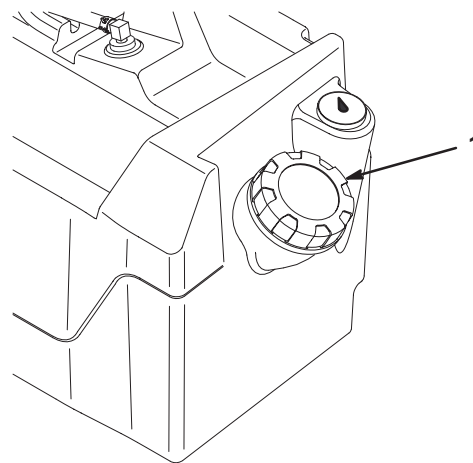

Figure 3
2. Nettoyez la surface autour du bouchon du réservoir de carburant (Fig. 3).